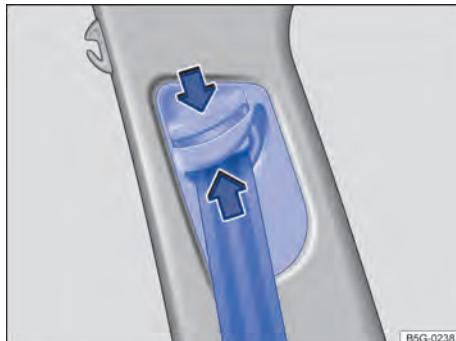

Fig. 29 Ao lado dos bancos dianteiros: regulagem de altura do cinto de segurança.
- Pressionar o dispositivo regulador no sentido das setas e mantê-lo pressionado → Fig. 29.